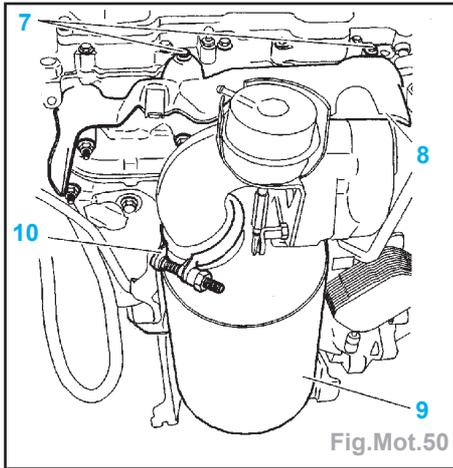
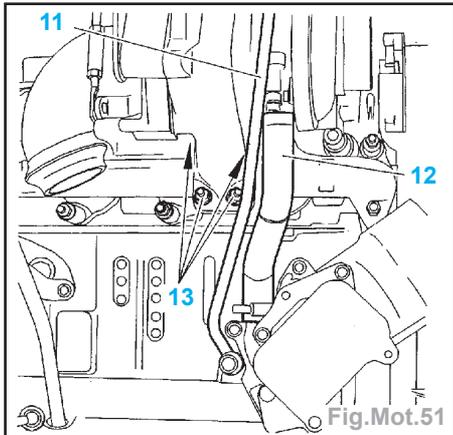

Fig.Mot.50
Fig.Mot.51
- Déposer (Fig.Mot.50) :
- les 2 vis (6),
- l'écran thermique (8),
- le collier (10).
- Désaccoupler le catalyseur (9) du turbocompresseur.
- Déposer le catalyseur (9).
- Désaccoupler (Fig.Mot.51) :
- le tuyau de graissage (11),
- le tube (12).
- Ecarter le tuyau de graissage (11).
- Déposer les écrous (13).